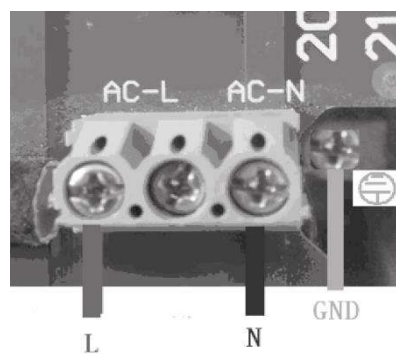

Рисунок 2
- Открутите болт, которым крепится шнур питания (Рисунок2)